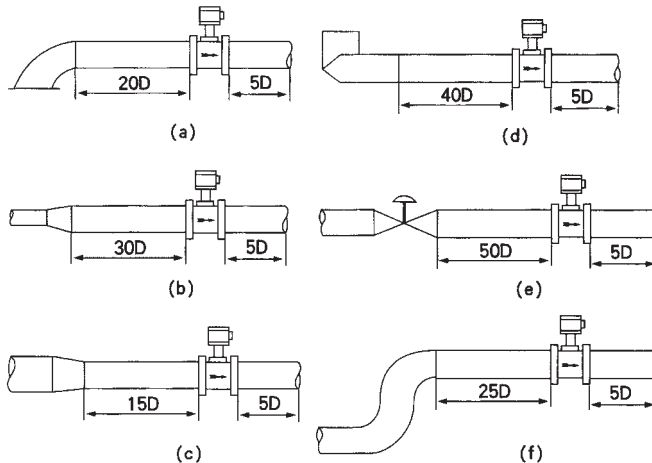

图6 涡街流量计对上、下游直管段长度的要求
前后直管段要求	参见图 6
- 2) 由图 6 查出粘度 2cst 对应的最小线性流量是 Qmin=6m³/h。